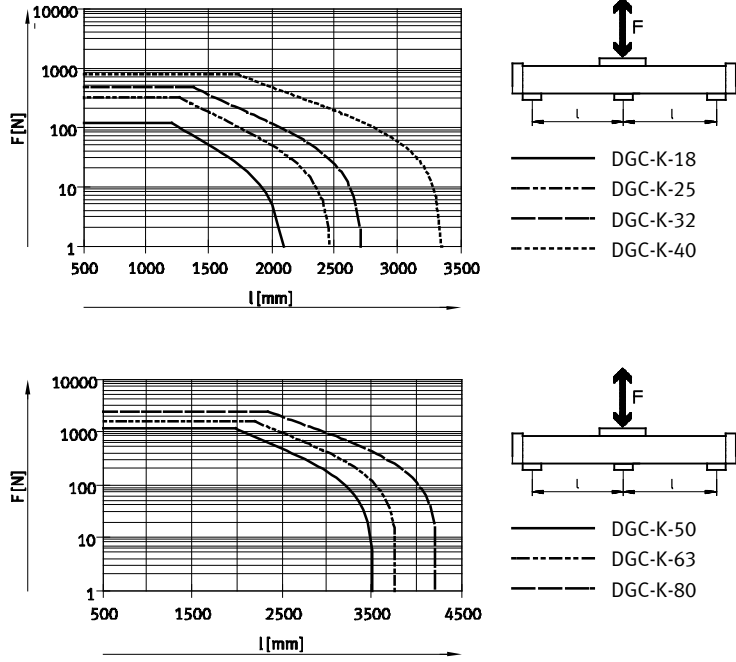
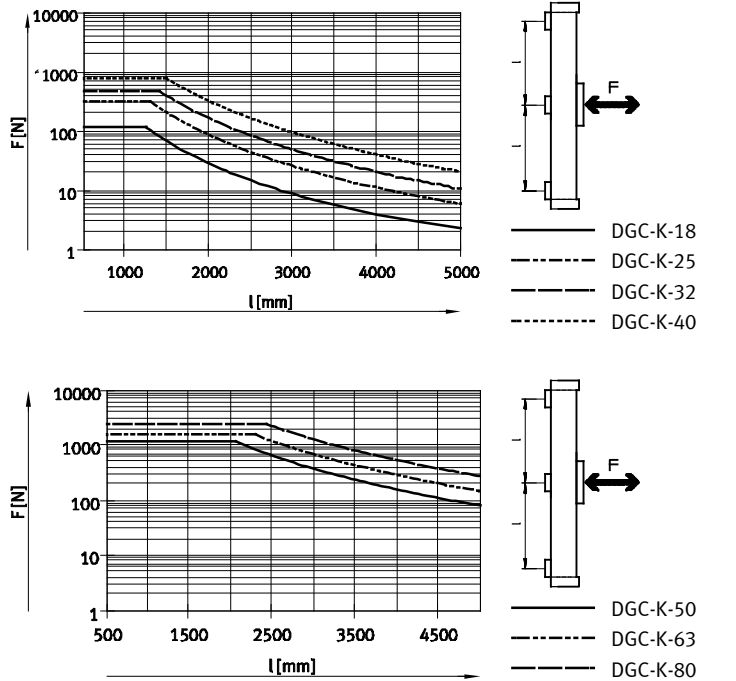

Fig. 4 Требуемые расстояния между опорами (l) при горизонтальном монтаже
Fig. 5 Требуемые расстояния между опорами (l) при вертикальном монтаже
- Учитывайте вес привода DGC-K. В зависимости от исполнения DGC-K может весить до 82 кг. Для перемещения следует расположить ленточные транспортеры, соблюдая допустимые расстояния между опорами (расстояния между опорами → Fig. 4 и Fig. 5).
- крепежные пазы при большой длине хода для крепления с помощью профиля с учетом рекомендуемых расстояний между опорами (→ Fig. 4 и Fig. 5).